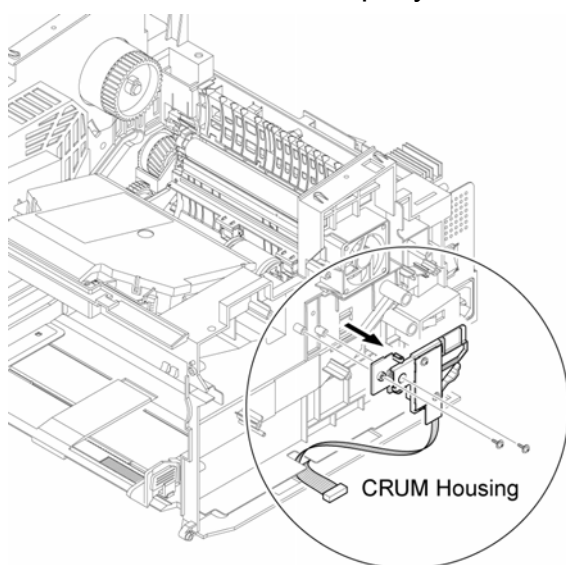

Рисунок 1
4. Выкрутите 2 винта, крепящих корпус CRUM, и снимите его, рисунок 1.